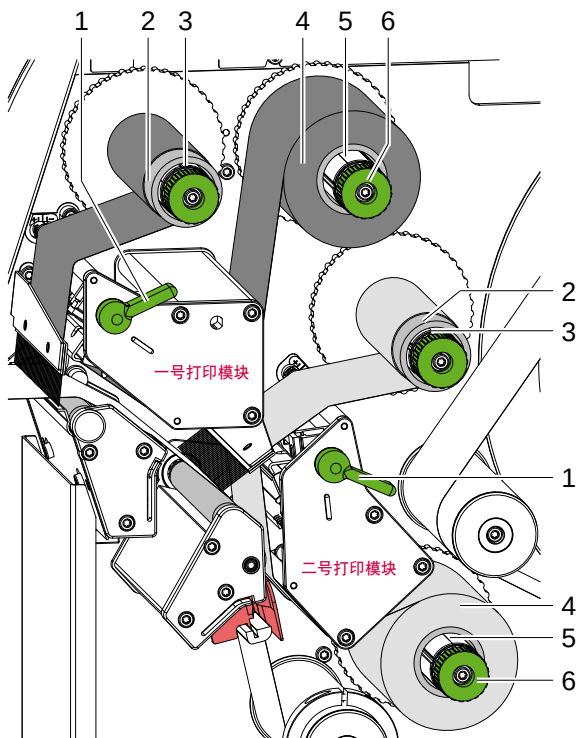

图 14 安装碳带
6. 须照图 14 的碳带行进路径安装碳带并穿过打印模块。虚线为外碳路径。